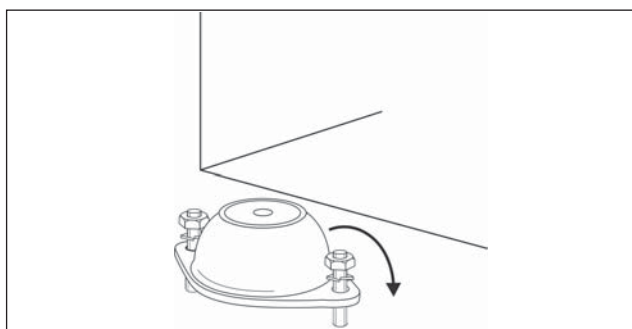

Рис. 9.9
- Крепление чиллера к основанию допускается только в предназначенных для этой цели крепёжных точках (Рис. 9.9).